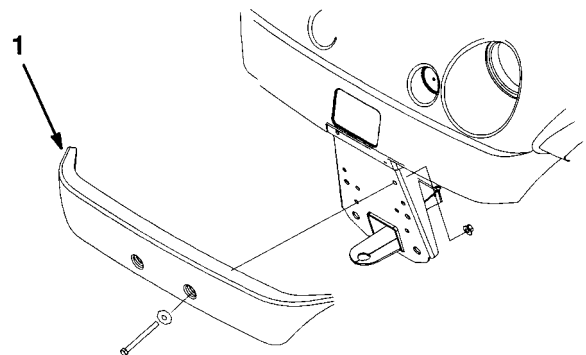

図 5
2. 取り外したネジ類を使ってバンパーを取り付ける（図5）。